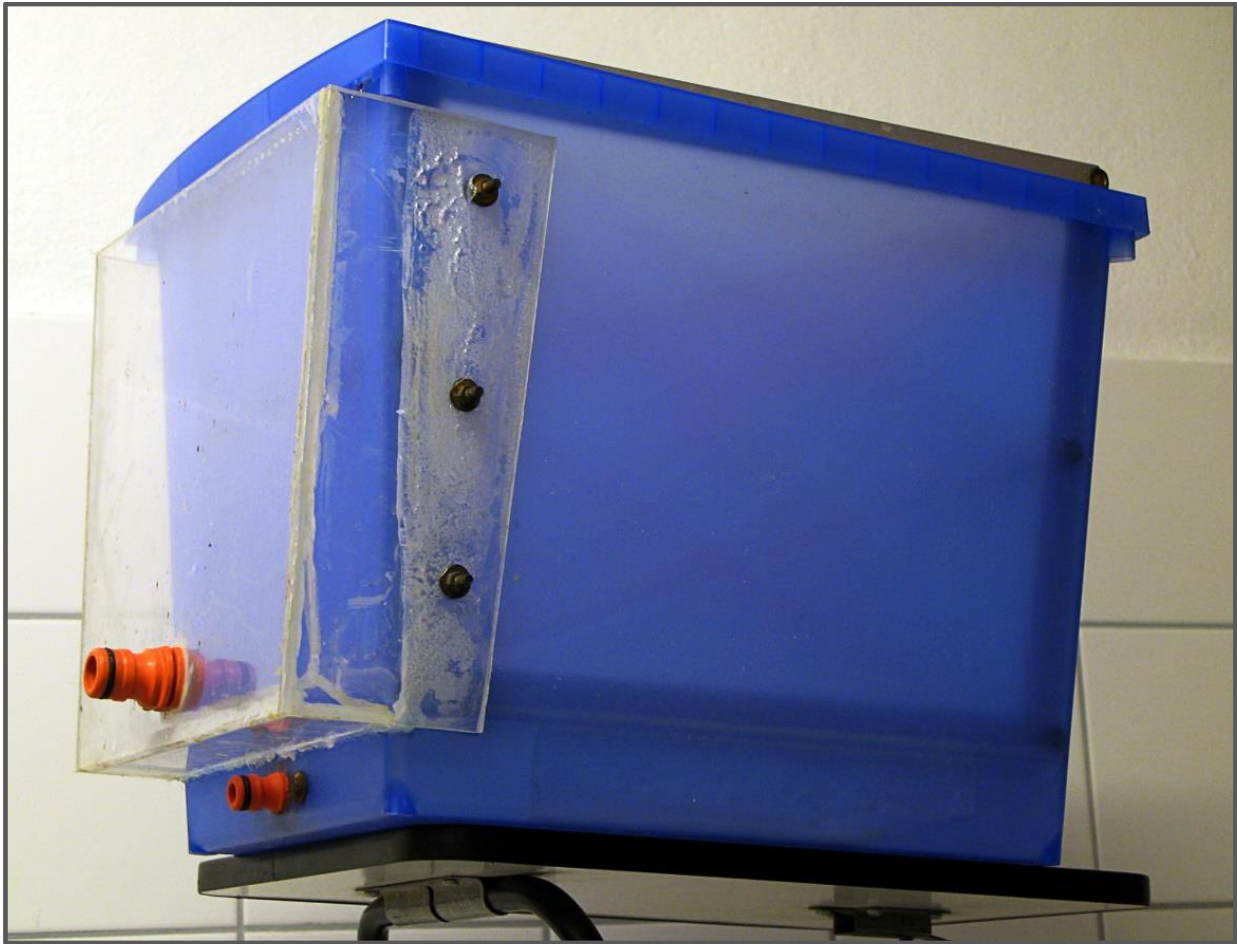

Abbildung 1: Gesamtansicht 1
sind mit Gardena-Anschlüssen versehen (Zulauf 1/2 Zoll-Anschluss, Ablauf 3/4 Zoll-Anschluss). Abbildung 1 zeigt eine Gesamtansicht.
Polystyrol (Hobbyglas) lässt sich einfach verkleben (z.B. Pattex Kraftkleber). Die käuflich erhältlichen Wannen (Systembox) sind typischerweise aus Polypropylen (PP). Um den Überlauf (siehe Abbildung 1) mit der Wanne zu verbinden, ist ein Spezialkleber nötig. Für PP gibt es Kleber im Handel; allerdings nicht im Baumarkt.